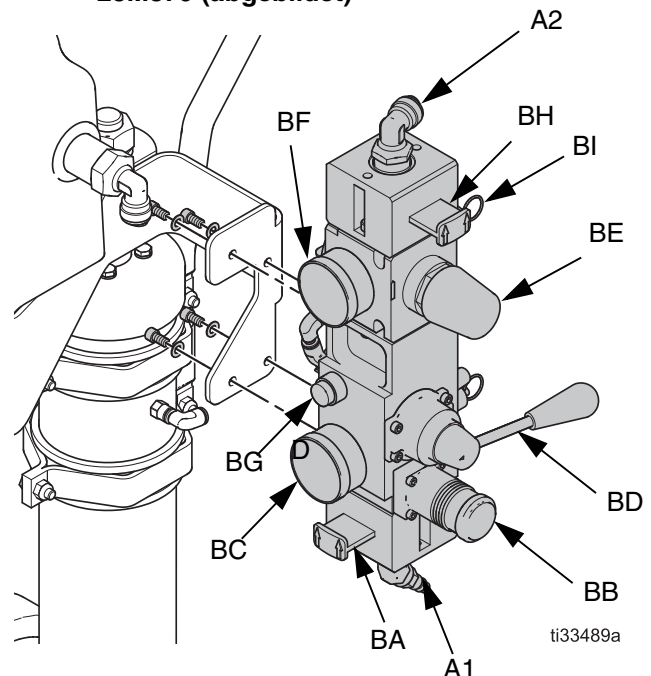

ABB. 1
1. Mit den vier Schrauben und Unterlegscheiben den integrierten Luftregler an der Montagehalterung anbringen. Siehe **ABB. 1**.